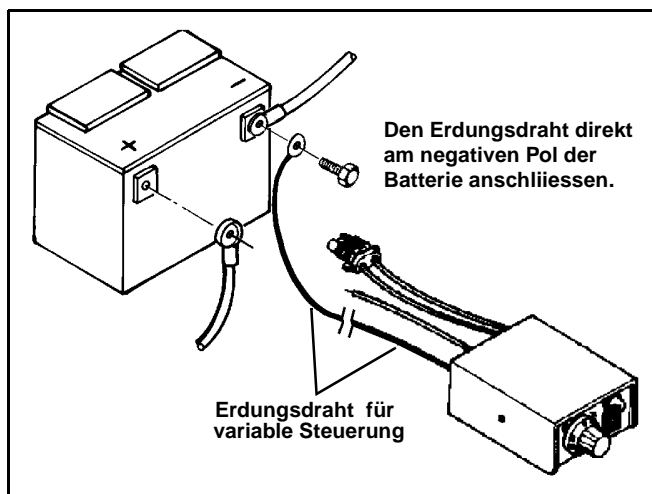

Abb. 1-6
18. Die variable Steuerungseinheit benötigt für den Betrieb gute Erdung. Wenn die Erde nicht ausreichend gewartet wird, kann die Erde vorzeitig versagen. Sehr oft ist die Erde an Fahrzeugen unzureichend, um die für die variable Steuerung erforderliche Erde aufrecht zu erhalten. Den Erdungsdraht direkt von der variablen Steuerungseinheit zur negativen Batterieklemme verlegen. (Siehe Abb. 1-6).